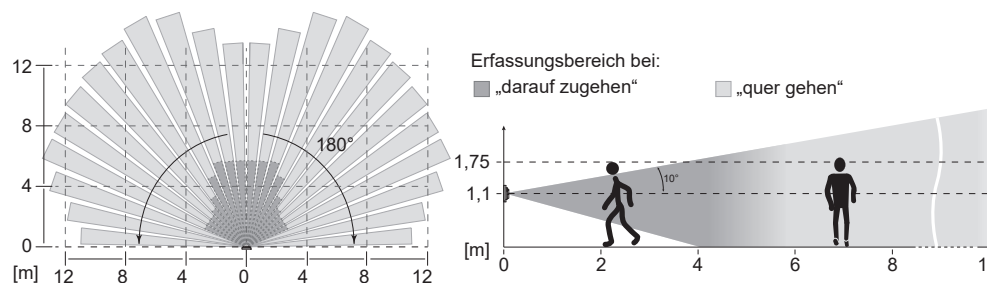

Bild 6: Erfassungsbereich des Bewegungsmelders Montagehöhe 1,1 m
■ Störquellen im Erfassungsbereich (Bild 6 und 7) vermeiden. Störquellen, z. B. Heizkörper, Lüftungs-, Klimaanlage und abkühlende Leuchtmittel können zu ungewollten Schaltungen führen (Bild 4).